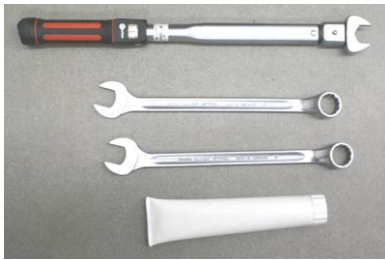

Figure 1
- Voir la figure 1 pour les outils et auxiliaires nécessaires.